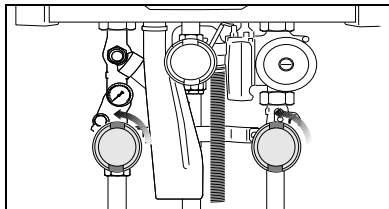

Bild 14 Öppna underhållskranarna (här visas öppet läge)
- Öppna underhållskranarna för värmeframledning och -returledning (→ bild 14) (öppet läge: parallellt med röret).